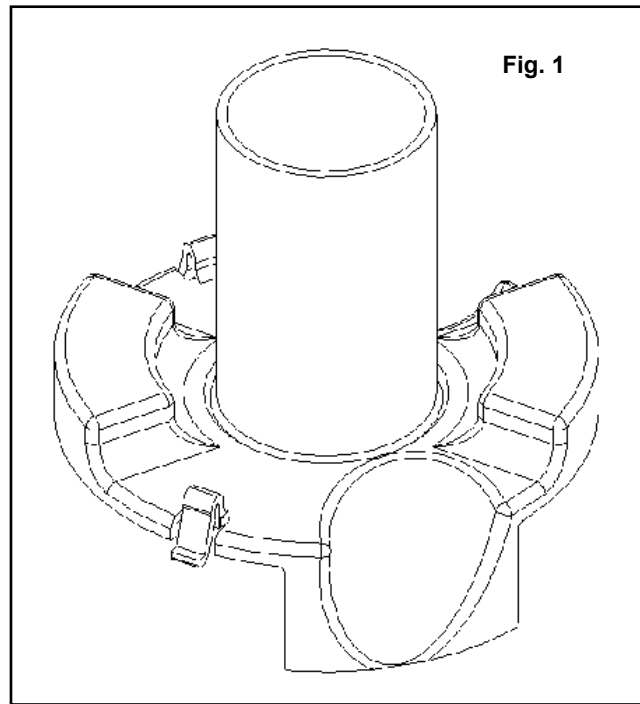
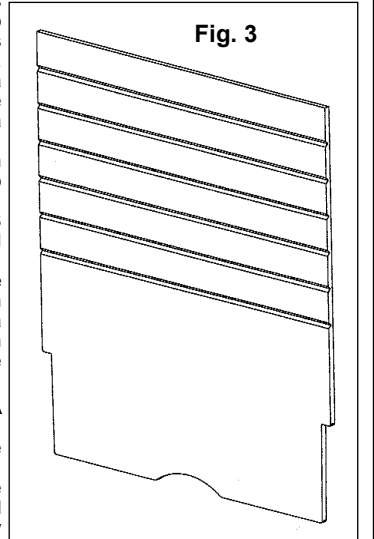

Fig. 1
Fig. 3
**INSTALL LOW VOLTAGE WIRING TUBE OR DIVIDER** (For multi-service application) See Fig. 1, 2 and 3 on next page.
10. For the low voltage dividers as pictured in Fig. 1 and 2, cut off the same amount cut from the riser (K) in step 8 from the tube portion of the divider. For the straight divider as pictured in Fig. 3 use a utility knife to cut the same amount cut from the riser (K) in step 8 using the score lines for ease of cutting. The appropriate type of low voltage divider is included with applicable sub-plates.
11. For low voltage dividers pictured in Fig. 1 and 2 snake power wires through low voltage enclosure and align cable ramps with 1-1/2" conduit openings in box. Push low voltage divider down until it snaps into place. Snake communication wire up over ramps and keep wire outside of low voltage divider.
12. For the low voltage divider (provided) (Fig. 3) insert into vertical slots in sides of floor box and push down to bottom. **NOTICE: INSURE DATA/COMMUNICATIONS IS SEPARATE FROM POWER APPLICATIONS.**
13. Install barbed clips (C) into slots on top of Riser (K). Wide clip (D) with ground wire goes into wide slot on Riser (K). Hammer clips down until they seat flush with top of Riser (K).
#### INSTALLATION DES CONDUITS OU DES SÉPARATEURS POUR CÂBLES BASSE TENSION (Pour applications multiservices) Consulter les Fig. 1, 2 et 3.
10. Dans le cas des séparateurs basse tension illustrés aux Fig. 1 et 2, supprimer de ceux-ci la même valeur retranchée de la couronne de bétonnage (K) à l'étape 8. Dans le cas des séparateurs droits de la Fig. 3, utiliser un couteau universel pour supprimer la même valeur retranchée de la couronne (K) à l'étape 8; trancher dans les rayures pour faciliter la coupe. Des séparateurs basse tension de type approprié sont livrés avec les sous-plaques.
11. En ce qui concerne les séparateurs basse tension illustrés aux Fig. 1 et 2, faire passer les conducteurs d'énergie dans le boîtier basse tension et aligner les ouvertures avec celles de 38 mm ménagées dans la boîte pour les conduits. Pousser les séparateurs basse tension vers le bas jusqu'à ce qu'ils s'emboîtent. Acheminer les conducteurs de communication vers le haut en les maintenant à l'extérieur du séparateur basse tension.
12. Quant au séparateur basse tension (fourni) (Fig.3), l'insérer dans les rainures verticales latérales de la boîte de plancher et le pousser jusqu'au fond.
13. Fixer les attaches à griffes (C) dans les fentes dans le haut de la couronne de bétonnage (K). La grosse attache (D) avec fil de mise à la terre va dans la grosse fente de la couronne de bétonnage (K). Avec un marteau, enfoncer les attaches jusqu'à ce qu'elles reposent à égalité avec le dessus de la couronne de bétonnage (K).
#### INSTALAR EL TUBO O DIVISOR DE CABLEADO DE BAJA TENSION (En la aplicación para servicios múltiples) Ver las Fig. 1, 2 y 3.
10. En los divisores de baja tensión representados en las Fig. 1 y 2, cortar la misma medida que se ha cortado de la corona de hormigonado (K) en la etapa 8 en la parte tubular del divisor. En el divisor recto representado en la Fig. 3 usar un cuchillo común para cortar la misma medida recortada de la corona (K) en la etapa 8, guiándose por las estrías para facilitar el corte. Con las subplacas aplicables se incluye el tipo apropiado de divisor de baja tensión.
11. En los divisores de baja tensión representados en las Fig. 1 y 2, pasar los cables de energía por el receptáculo para baja tensión y alinear las rampas para los cables con las aberturas de conducto de 38 mm en la caja. Empujar hacia abajo el divisor de baja tensión hasta que calce en su sitio. Jalar hacia arriba el cable de comunicaciones sobre las rampas y mantenerlo fuera del divisor de baja tensión.
12. Insertar el divisor de baja tensión (provisto) (Fig. 3) en las ranuras verticales a los lados de la caja de piso y empujar hacia abajo hasta el fondo.
13. Insertar las grapas arponadas (C) en las ranuras sobre la corona de hormigonado (K). La grapa ancha (D) con cable de tierra se inserta en la ranura ancha sobre la corona de hormigonado (K). Hundir las grapas con un martillo hasta que queden apoyadas sobre la parte superior de la corona de hormigonado (K).